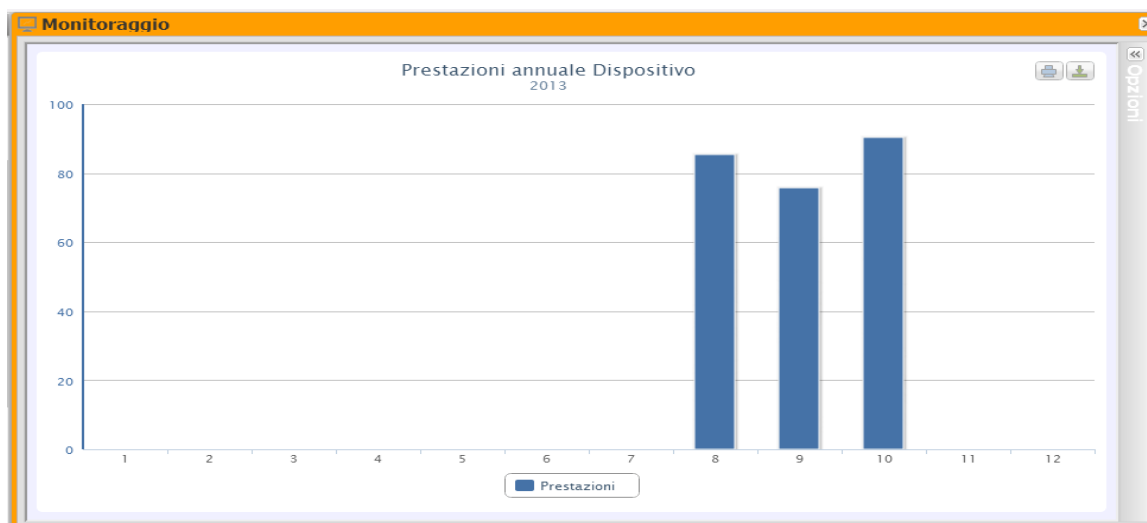

Figure 11: Finestra Monitor; Grafico Prestazioni annuale.
- “*Efficienza Totale*”: Stesso valore che compare nel grafico di “*Potenza CC*” (Fig. 11).